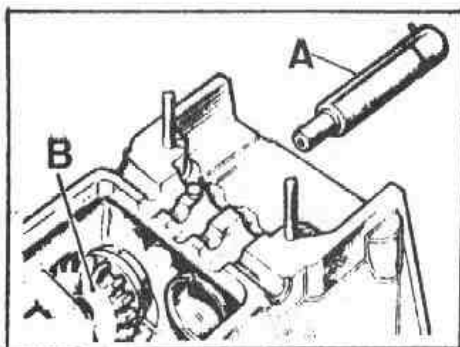

Fig. C-105 Engranaje de marcha atrás
1.2. Extraer el eje de marcha atrás, A, (Fig. C-105) hacia la parte posterior del cárter, empleando una prensa o un botador de material blando.